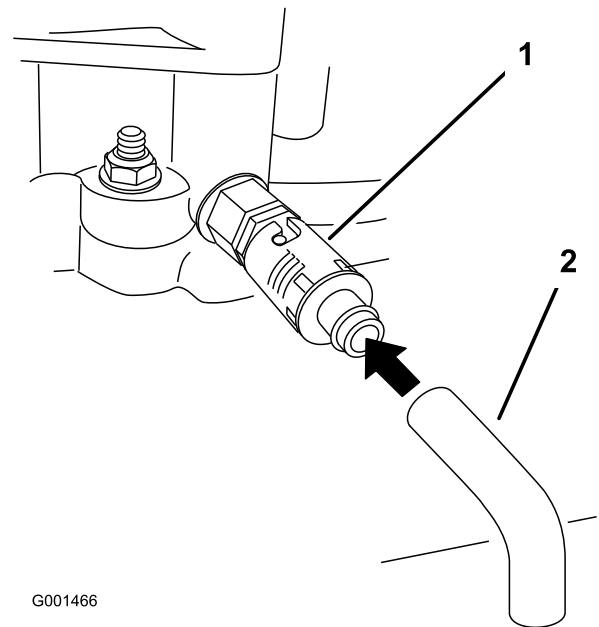

Figure 27
5. Placez un bac sous le flexible de vidange. Tournez le robinet de vidange pour permettre à l'huile de s'écouler (Figure 27).
7. Enlevez le flexible de vidange (Figure 27).